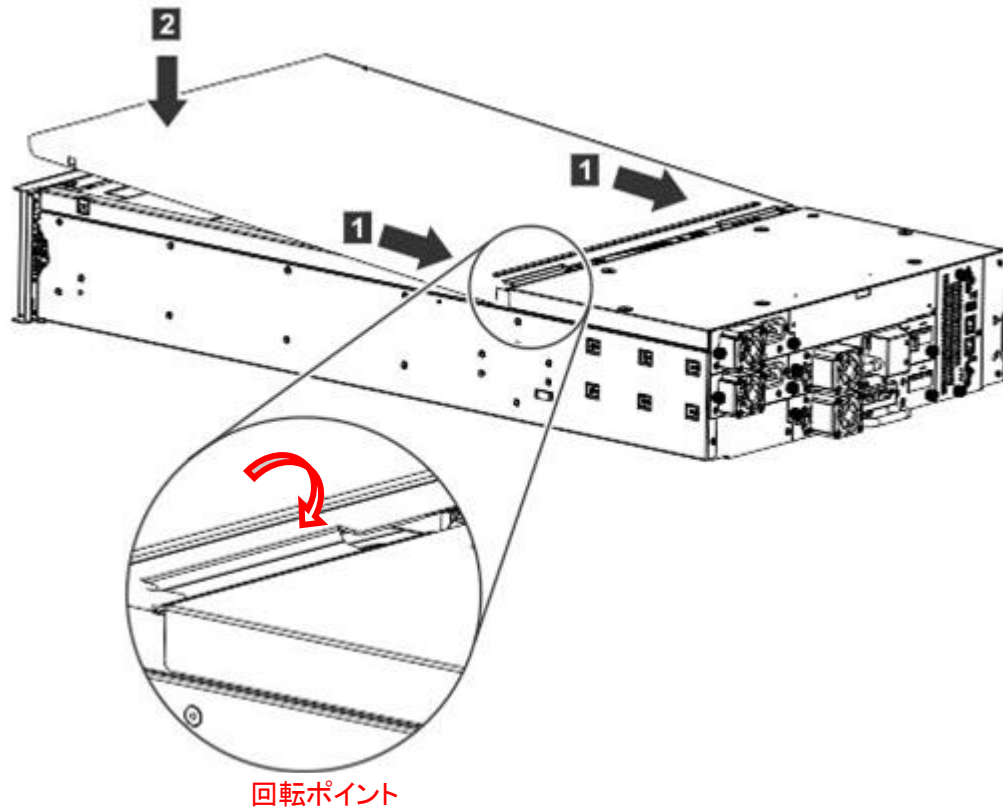

図 1-22 上部カバーの前部を下げる
- B) 上部カバーの前部を約 12 cm 持ち上げたまま、カバー後部を、開口部の後方にある拡張モジュールの回転ポイント(図 1-22の拡大されている箇所)にかみ合わせます。